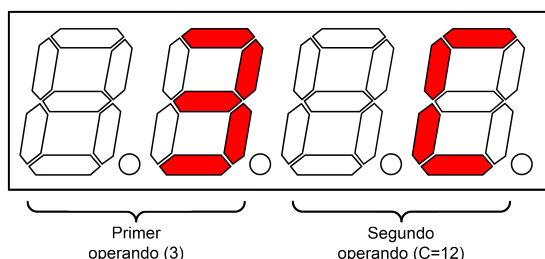

Figura 1: Distribución inicial de los operandos en el display. Nota: Esto será simulado
La entrega práctica consiste en el diseño, simulación y aplicación en placa de una mini-calculadora de 16 bits cuyo funcionamiento y especificaciones se detallan a continuación: la idea es hacer un circuito capaz de realizar operaciones básicas sobre números de 16 bits y que entregue un resultado de 16 bits más un “carry out”. En todo momento se mostrarán en los display de siete segmentos los 8 bits menos significativos de cada operando en hexadecimal (00 a FF), como se ve en la Figura 1:
*Ejemplo:* Supongamos que queremos sumar los números 12 y 9 y que inicialmente los operandos tienen los valores de la Figura 1. Para esto lo primero que tenemos que hacer es realizar la acción de aumentar (con los botones destinados para esto) nueve veces para el primer operando (esto debido a que estaba en 3 y necesitamos dejarlo en 12), luego realizar la acción de disminuir y modificar el valor del segundo operando (dado que el operando estaba inicialmente en C, debemos apretar sus correspondientes botones tres veces para que quede en 9). Una vez hecho esto y solo mientras se mantiene presionado el botón central de la placa, dependiendo de la posición de los switches de “operación”, en los últimos dos dígitos del display se podrá ver el número  $C + 9 = 15$  (21 decimal) .